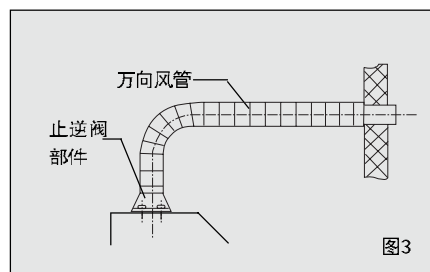

图 3
2、将万向风管插入止逆阀座的槽内，并用 2 只 ST3X8 的十字槽盘头螺钉紧固于止逆阀部件上（如图 3）。
- 3、将万向风管按图 3 所示引出室外或排烟通道。